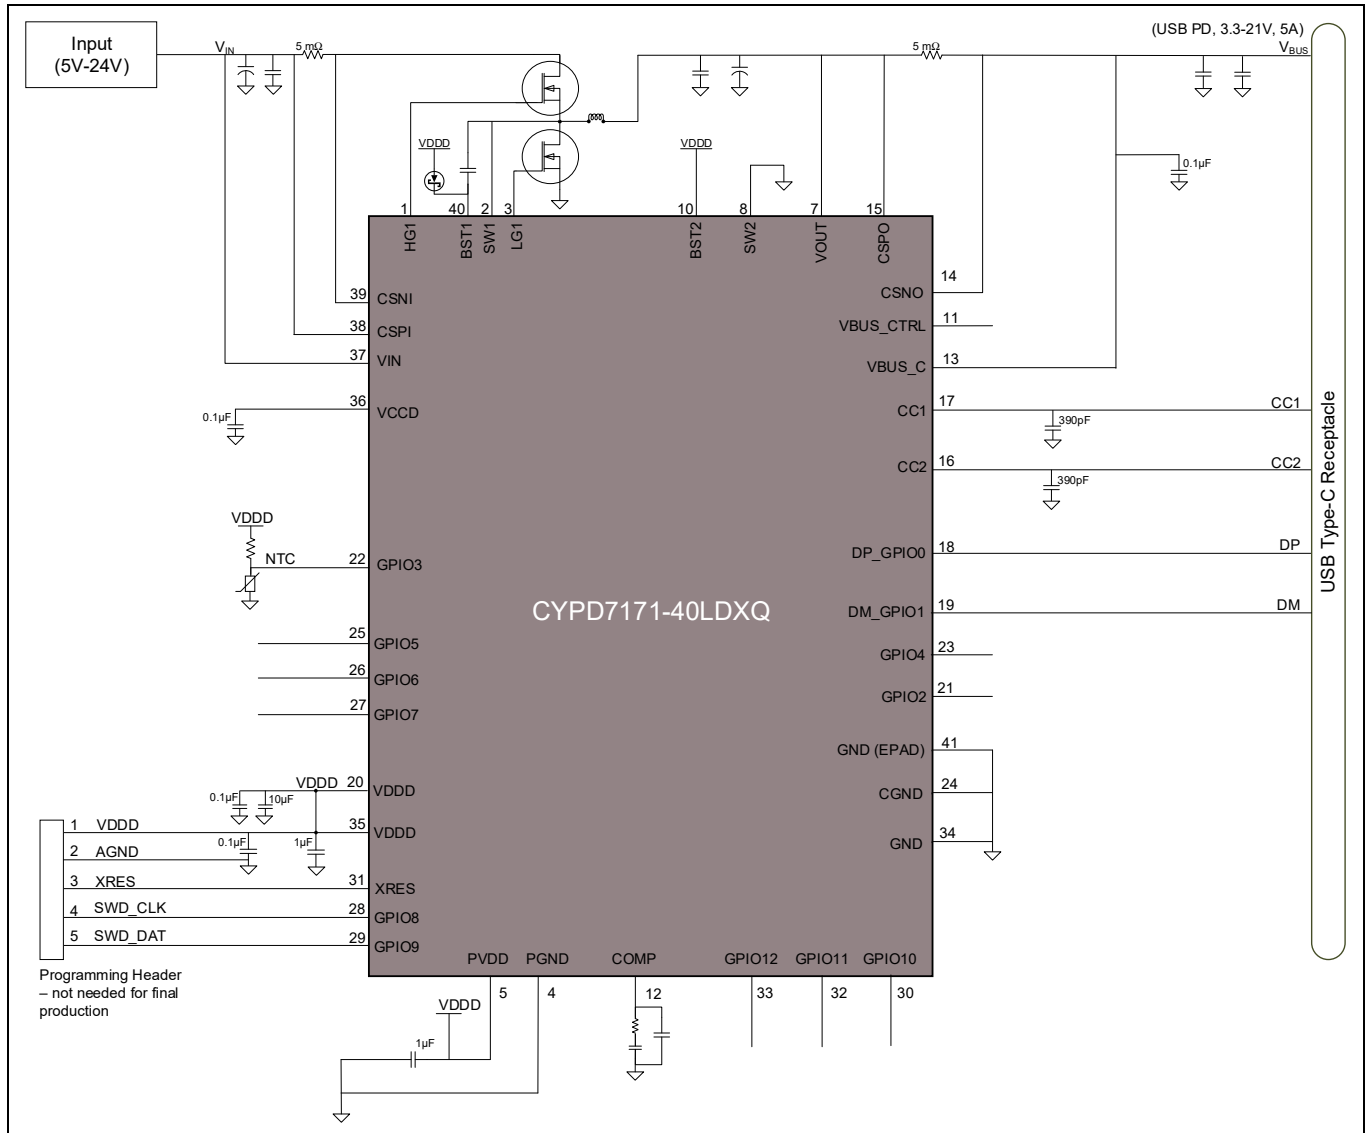

**Figure 10 EZ-PD™ CCG7SC CLA 应用图**
Table 3 介绍了 Figure 10 中应用图的消费类充电应用 GPIO 引脚映射情况。
**Table 3** 消费类充电应用的 GPIO 引脚映射应用图详情 Figure 10